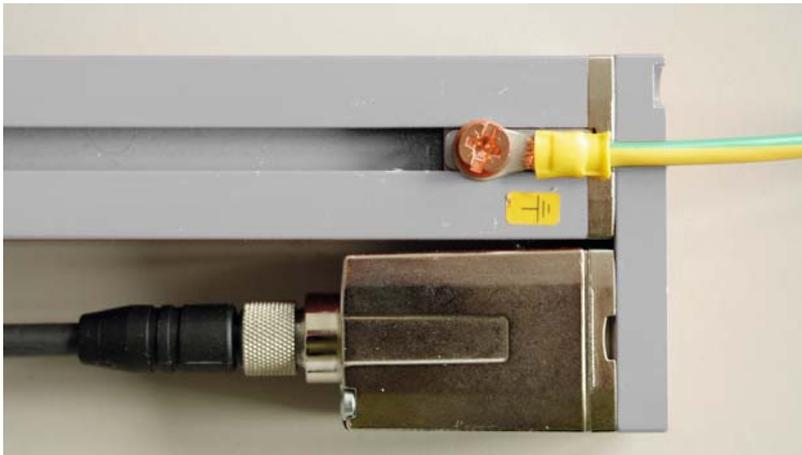

Figura 7.1: Applicazione del potenziale di terra sulla barriera fotoelettrica
- ↪ Collegare l'alloggiamento del trasmettitore e del ricevitore della barriera fotoelettrica con il conduttore di protezione sul centro stella della macchina FE tramite la vite PE posta sul tassello scorrevole di messa a terra (vedi figura 7.1).